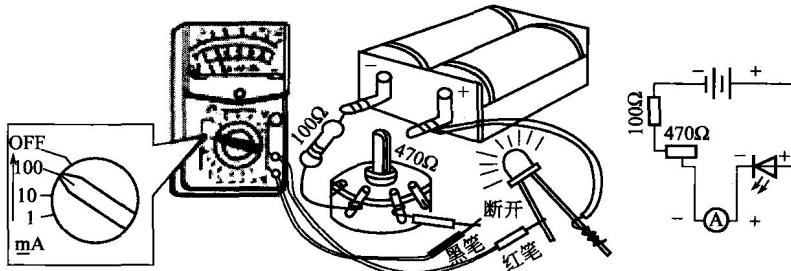

图 1-10 用万用表测电流
① 选择量程 万用表直流电流挡标有“mA”有 0.05mA、0.5mA、5mA、50mA、500mA 总共 5 个量程。选择量程，应根据电路中的电流大小。如不知电流大小，应选用最大量程。
② 测量方法 万用表应与被测电路串联。应将电路相应部分断开后，将万用表表笔接在断点的两端。红表笔应接在和电源正极相连的断点，黑表笔接在和电源负极相连的断点，如图 1-10 所示。